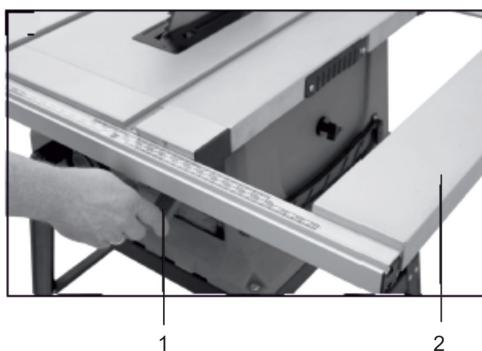

Рис. 18
Ослабьте рычаг фиксации (1) удлинителя рабочего стола (2) (Рис. 18). Выдвиньте удлинитель под нужный размер заготовки. Зафиксируйте рычаг удлинителя.